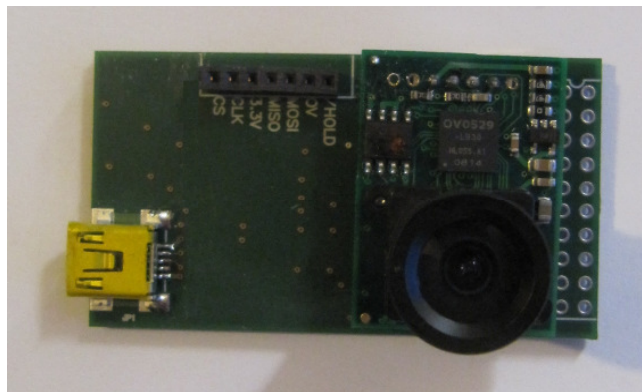
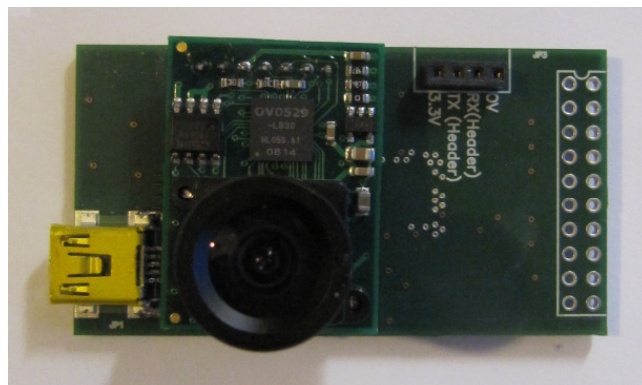

Abb. 3 – C329-EVM mit C329-UART-CO Modul
Abb. 4 – C329-EVM mit C329-SPI-CO Modul
3. Stecken Sie das gewünschte C329 Kameramodul auf dem entsprechenden Sockel des C329-EVM wie in Abb.3 oder Abb.4.